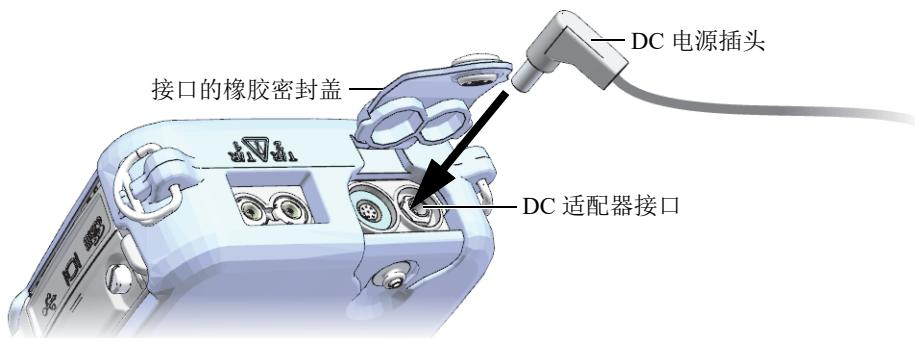

图 2-3 接入 DC 电源插头
2. 在 39DL PLUS 仪器上，打开 39DL PLUS 仪器顶部盖住 DC 适配器接口的橡胶密封盖（参见第 45 页的图 2-3）。
(参见第 45 页的图 2-3)。